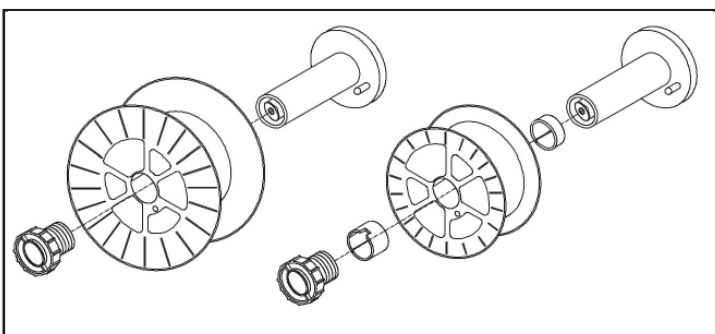

Figure 12 - Chargement du fil
- Mettre les entretoises et la bobine de 0,8kg comme indiqué dans la figure 12.